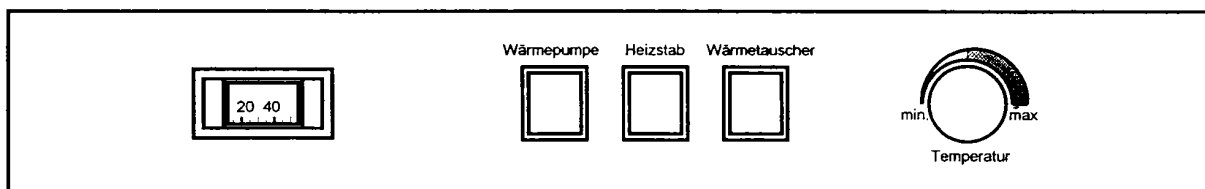
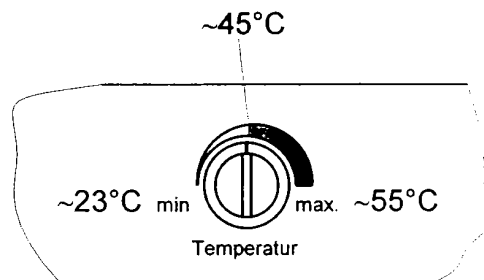

Bild 3
Bild 6
Die Temperaturkontrolle im Wasserkreislauf und Regelung für den Verdichterbetrieb übernimmt der Temperaturregler. Dieser regelt die Wassertemperatur in Abhängigkeit des eingestellten Sollwertes. Der Temperaturregler ist am Frontblech (Bedienblende) eingebaut. Die Einstellung der gewünschten Temperatur erfolgt mittels des Drehknopfes (Bild 3) an der Bedienblende.
Der Fühler des Thermometers erfasst die Warmwassertemperatur im oberen Teil des Warmwasserspeichers. Die Anzeige befindet sich in der Bedienblende (Bild 3).
- Wärmepumpenschalter (Bild 3) **einschalten**.
- Die gewünschte **Warmwasser-Temperatur** kann stufenlos bis 55 °C mittels Temperaturwahlknopf (Bild 3) eingestellt werden.
- Der elektrische **Heizstab** wird bei Umgebungstemperatur < 8 °C automatisch oder manuell (Bild 3) für erhöhten Warmwasserbedarf eingeschaltet.
- Die Warmwasserbereitung mittels **zweitem Wärmeerzeuger** (WP 300 AEW) ist durch Einschalten der Wärmetauscher-Ladepumpe (Bild 3) möglich.
Der Wärmepumpen-Einsatzbereich liegt bei einer Luftansaugtemperatur zwischen 8 °C und 40 °C. Die Wärmepumpe kann mit dem Wärmepumpenschalter ein- und ausgeschaltet werden (Bild 3). Die Wärmepumpe wird automatisch in Betrieb gesetzt, wenn die gewählte Warmwassertemperatur höher als die momentane Warmwassertemperatur liegt. Sie wird automatisch abgeschaltet, wenn die gewählte Warmwassertemperatur erreicht ist. Ebenso wird sie abgeschaltet wenn die Luftansaugtemperatur  $\leq 8$  °C ist.
Der Heizstab kann bei erhöhtem Warmwasserbedarf oder bei einer gewünschten höheren Warmwassertemperatur ( $> 55$  °C) über den Schalter " Heizstab" (Bild 3) eingeschaltet werden. Der Heizstab wird automatisch eingeschaltet, wenn die Luftansaugtemperatur  $< 8$  °C ist.
Der Wärmetauscherbetrieb findet Anwendung, wenn die Warmwasserbereitung (z. B. im Winter) mit dem zweiten Wärmeerzeuger (z.B. Heizkessel, Solaranlage usw.) stattfinden soll. Die Regelung der Warmwassertemperatur erfolgt über den Temperaturregler (Bild 6) der Warmwasser-Wärmepumpe. Die elektrische Anschlußklemme für die Ansteuerung (EIN/AUS) der externen Zusatzgeräte (Pumpe, Magnetventil usw.) befindet sich auf dem Schalttaublench (Klemme: X2-4/5/PE). Die Inbetriebnahme erfolgt über den Schalter " Wärmetauscher " (Bild 3).
- > Um eine hohe Leistungszahl und niedrige Standverluste zu erzielen, sollte die WW-WP normalerweise nicht über 45 °C (Bild 6) betrieben werden.